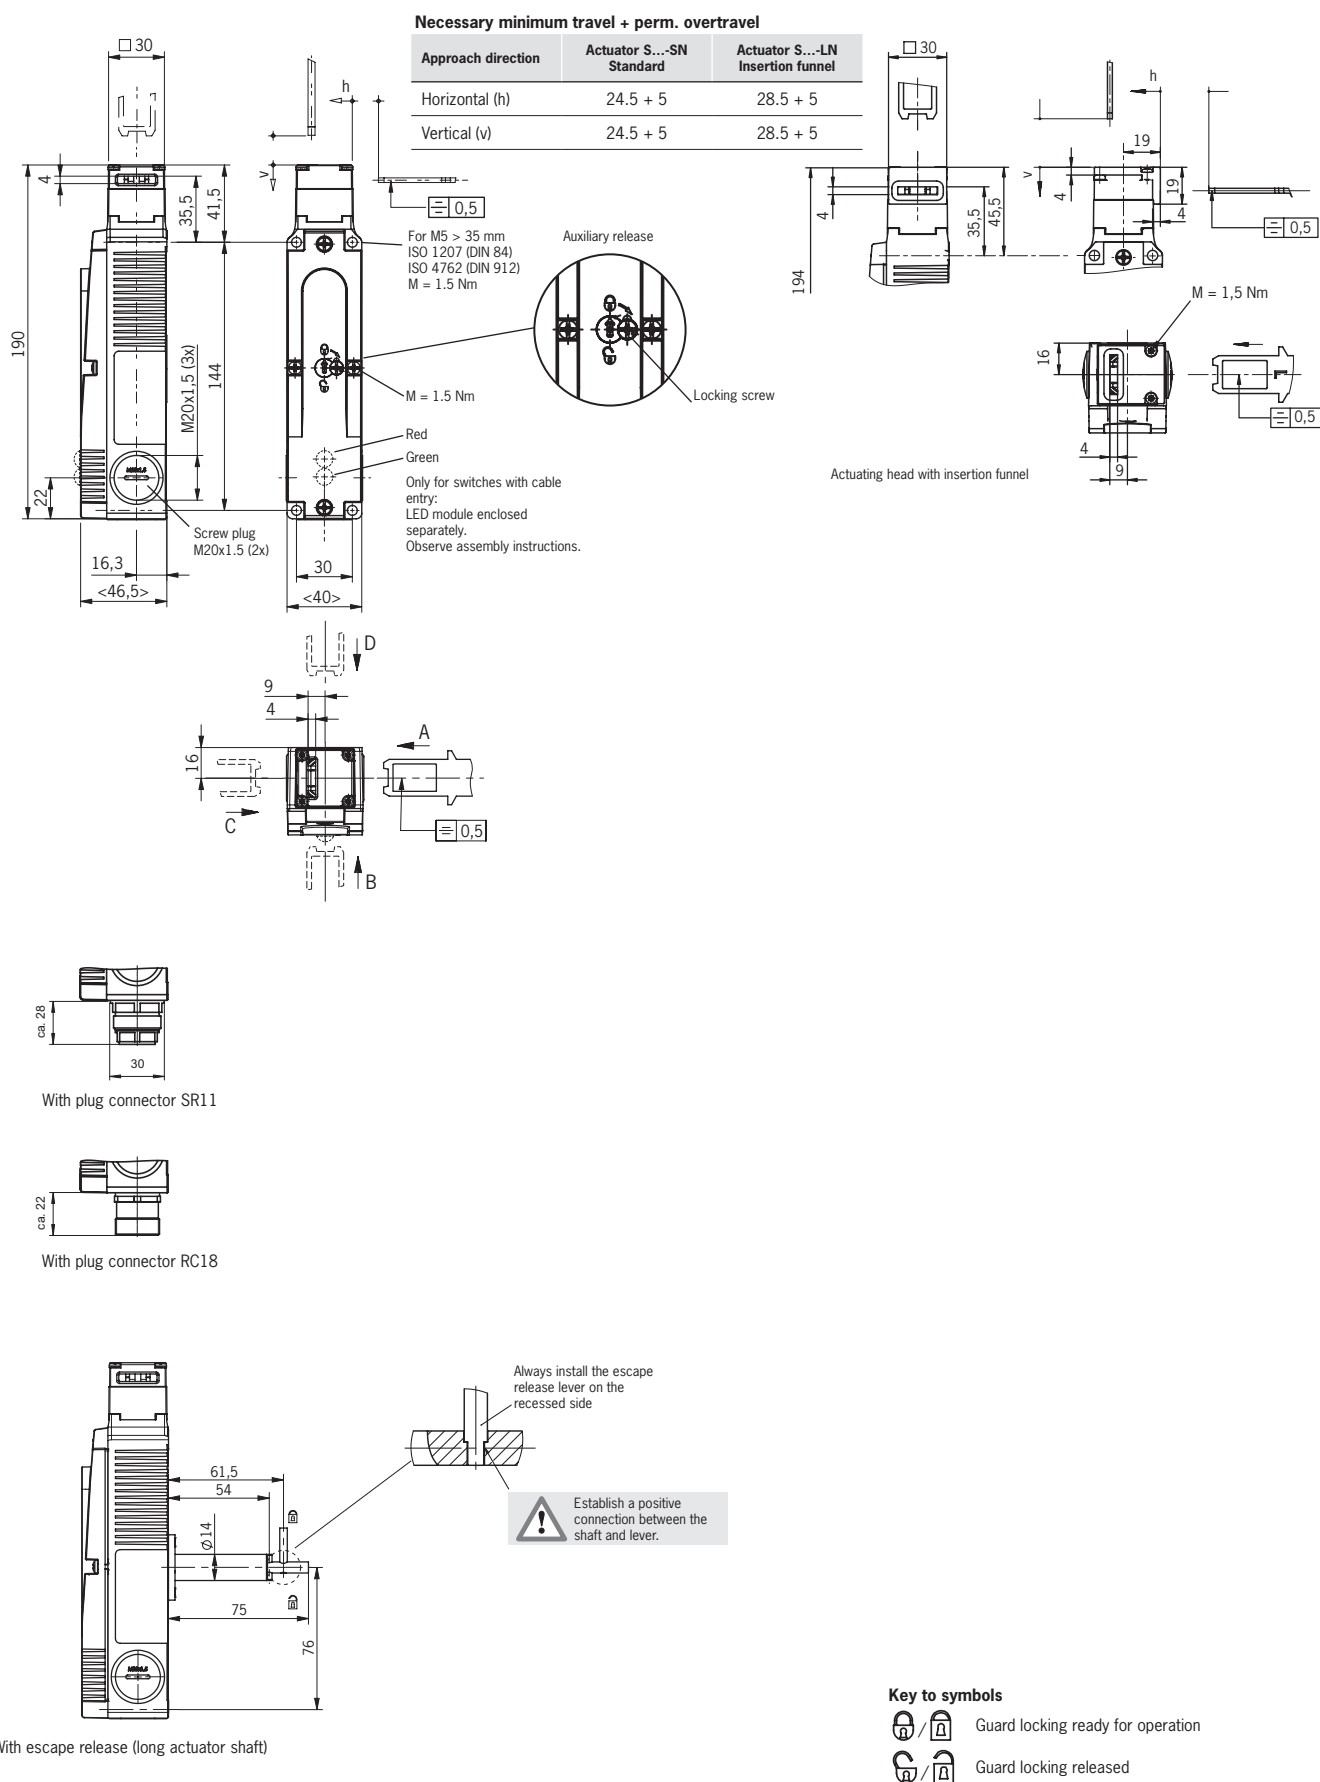

Fig. 2: Dimension drawing for STA... without insertion funnel and STA... with insertion funnel
- Veillez à sélectionner l'élément d'actionnement correct (voir tableau de la Fig. 2).